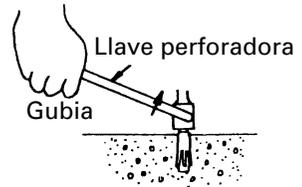

Fig. 8
- (4) Tras introducir el ancla, utilice la llave de empuje para separar el ancla. (Fig. 8)